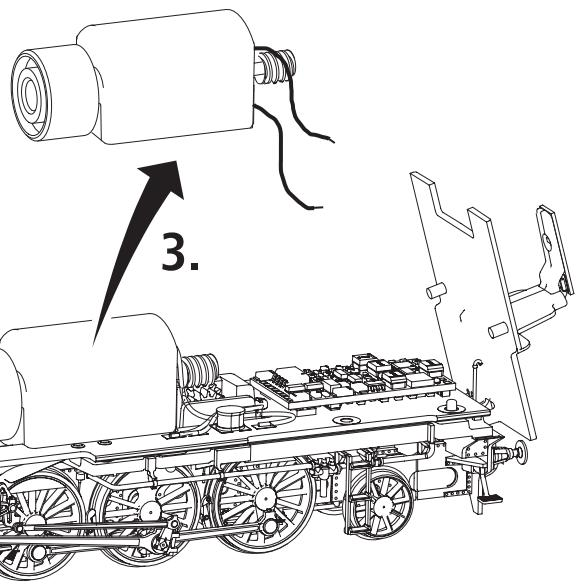

Fig. 9
Um einen optimalen Lauf der Lokomotive zu gewährleisten, bitten wir Sie, **vor erstmaliger Inbetriebnahme die Lager der Kuppelstangen zu ölen** (siehe Fig. 9).
2. Schmierung: Versehen Sie die im Schmierplan in Fig. 9 gekennzeichneten Stellen mit nur **kleinen Öltropfen**. Dazu zuerst das Lokgehäuse abnehmen (Fig. 6). Wir empfehlen den ROCO **Öler Art.-Nr. 10906**. Fürs Schmieren der Getriebeteile (Zahnräder, Schnecke) empfehlen wir das **ROCO-Spezialfett Art.-Nr. 10905**. Im Falle der Schmierung diese Teile **nicht ölen**.
Before taking into service your model these bearings of the coupling rods must be oiled as otherwise there would be the risk of bad running qualities of damage on the locomotive (see fig. 9).
2. Lubrication: Apply **tiny oil drops** to spots marked in fig. 9. Prior to lubrication dismantle the loco body (fig. 6). We recommend using item no. **10906, ROCO oiler**. For lubrication the gearparts (e.g. cogwheels, worm) we would recommend our ROCO **special grease** (item no. **10905**).
Veuillez huiler légèrement les paliers de l'emballage de votre locomotive avant sa première mise en service sinon il y a risque de mauvaises qualités de marche ou même de dommages au mécanisme moteur de la machine (voir fig. 9).
N'appliquez **qu'une tout petite goutte** aux endroits indiqués par le plan de graissage (fig. 9) après avoir démonté la caisse du locomotive (fig. 6). Nous vous recommandons **le graisseur à huile ROCO réf. 10906**. Pour graisser les engrenages (roues dentées, vis sans fin) nous vous conseillons la **graisse spéciale ROCO réf. 10905** pour engrenages en matières synthétiques. Lorsque vous utilisez cette graisse il faut éviter d'huiler ces composants.